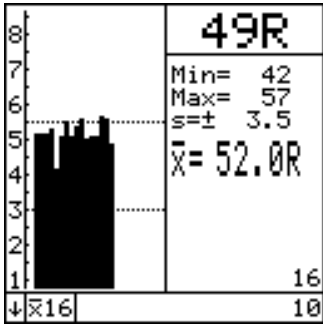

图 4-4
- 非中国标准 - 当选择此项时，在英文菜单下设置冲击方向，平均值，显示范围和极限值。显示屏上的R为修正后的值。例如图4-4所示。